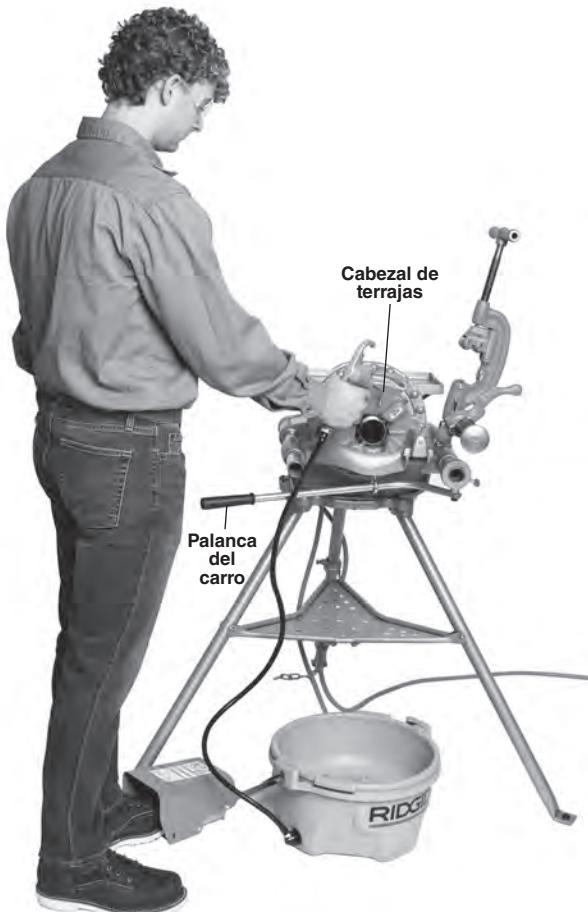

Figura 23 – Posición de trabajo correcta para roscar un tubo con cabezal de terrajas
6. Mueva la palanca del carro para adosar el cabezal de terrajas al extremo del tubo (*Figura 23*). Aplique una fuerza leve a la palanca del carro para enclavar el cabezal de terrajas en el tubo. Una vez que el cabezal de terrajas empiece a labrar la rosca en el tubo, no es necesario seguir aplicando fuerza a la palanca del carro.
1. Sostenga el mango de la roscadora contra la parte de debajo de la barra de soporte del lado del conmutador. Para evitar pellizcos, no introduzca la mano ni los dedos entre el mango de la roscadora y la barra de soporte. Vea la posición de trabajo correcta en la Figura 23.